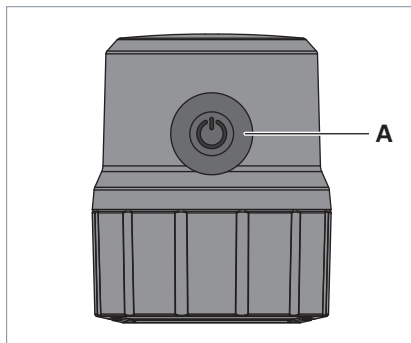

Fig. 6: Tasto.
- Per accendere e spegnere l'apparecchio, premere il tasto **A** posizionato sul lato superiore della testa dell'apparecchio d'illuminazione, vedi Fig. 6.